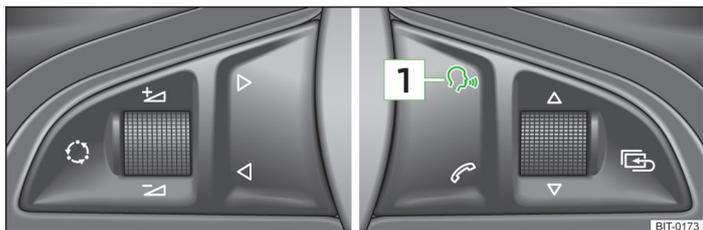

Abb. 112 Multifunktionslenkrad
Durch kurzes Drücken der Taste **1** » Abb. 112 am Multifunktionslenkrad.
Der Dialog kann jederzeit durch kurzes Drücken der Taste **1** » Abb. 112 am Multifunktionslenkrad¹⁾ begonnen werden.
Wenn das System gerade eine Meldung abspielt, dann ist es notwendig, die gerade abgespielte Meldung durch Drücken der Taste **1** » Abb. 112 am Multifunktionslenkrad zu beenden.
- durch kurzes Drücken der Taste **1** » Abb. 112 am Multifunktionslenkrad.